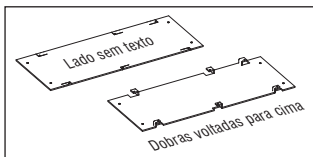

FIG. 38
- Faça as dobras nos locais indicados no gabarito de instalação, certificando-se de que as dobras fiquem voltadas para o lado sem texto (Fig. 38).